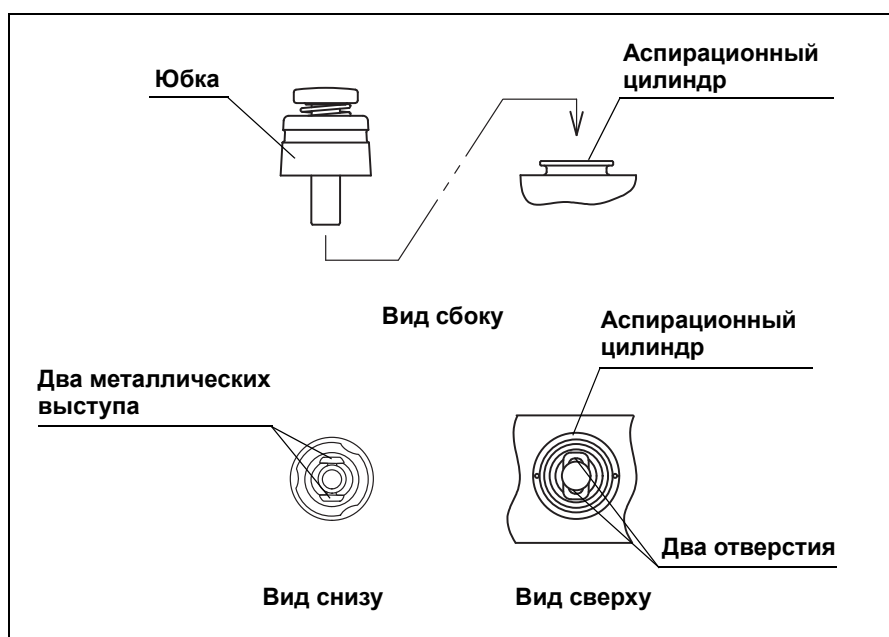

Рис. 3.12
2. Присоедините клапан для аспирации к аспирационному цилиндру эндоскопа (см. Рис. 3.12 и 3.13). Убедитесь в том, что клапан установлен правильно и его юбка не топорщится. Убедитесь в том, что клапан не проворачивается.